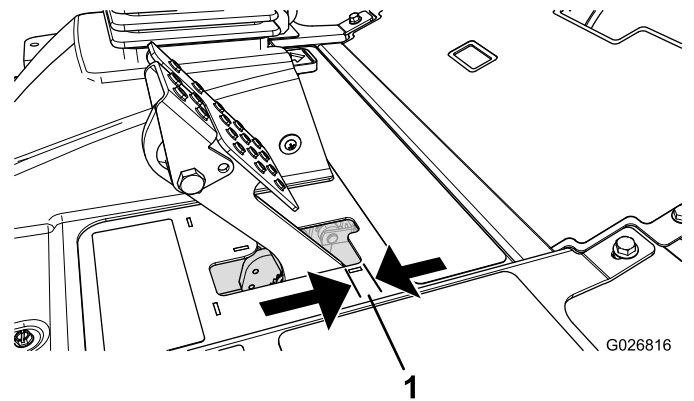

Figura 143
4. Pise ligeramente el pedal de freno y mida la distancia que el pedal se mueve sin resistencia (Figura 143).
Nota: Ajuste los frenos si el pedal de freno tiene más de 2,5 cm de holgura (Figura 143), o si se necesita más fuerza para el freno de estacionamiento.
6. Apriete las tuercas traseras para mover el cable hacia atrás hasta que el pedal de freno tenga una holgura de 6 a 13 mm (Figura 143) antes de que el freno de estacionamiento accione las ruedas.